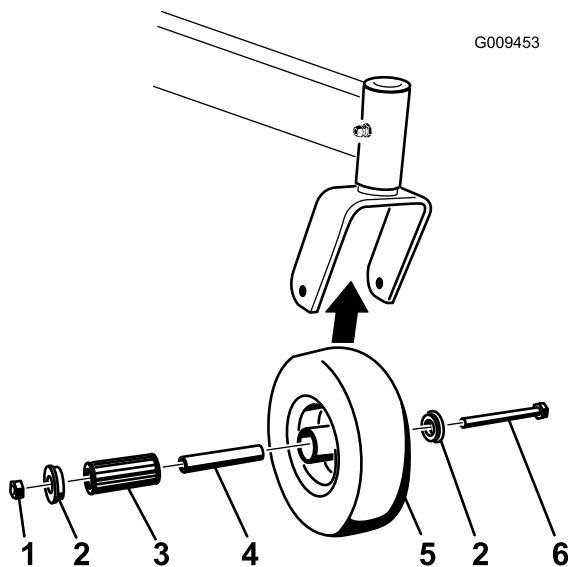

Figure 60
1. Enlevez le contre-écrou et le boulon de fixation de la roue pivotante à la chape (Figure 60).
2. Enlevez une bague, puis sortez la douille pour clé et le roulement à rouleaux du moyeu de roue (Figure 60).
3. Enlevez l'autre bague du moyeu, puis nettoyez la graisse et les saletés éventuellement présentes dans le moyeu (Figure 60).
Remarque: Remplacez les pièces endommagées ou usées (Figure 60).
5. Placez une bague dans le moyeu (Figure 60).
6. Lubrifiez le roulement à rouleaux et la douille pour clé, et insérez-les dans le moyeu (Figure 60).
7. Mettez la deuxième bague dans le moyeu (Figure 60).
8. Montez la roue pivotante dans la chape à l'aide du boulon et du contre-écrou (Figure 60).
9. Serrez le contre-écrou jusqu'à ce que la base de la douille pour clé soit en appui contre l'intérieur de la chape (Figure 60).